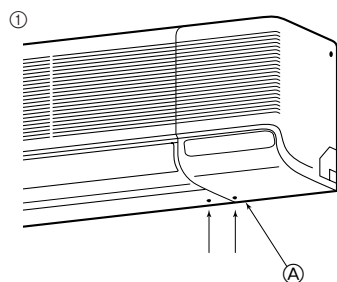

Fig. 3-6
1) Tubagens da retaguarda, da direita e inferior (Fig. 3-6)
- ① Remova o painel direito.
- ① Remova o painel lateral.